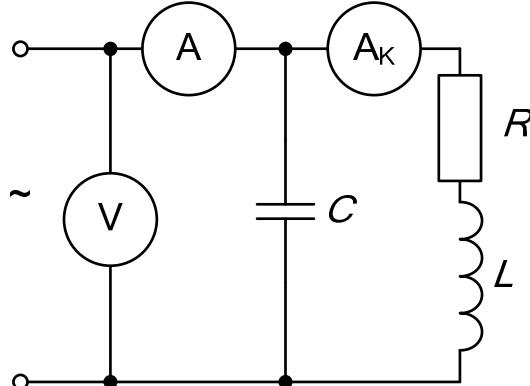
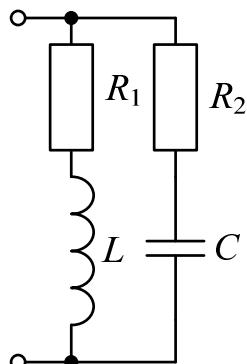

Рис. 7.1.
Рис. 7.2.
Явление совпадения по фазе тока и напряжения на входе пассивной цепи, содержащей индуктивности и емкости, называют резонансом. Если он происходит за счет взаимной компенсации реактивных составляющих токов в параллельно включенных двухполюсниках с реактивными элементами разного характера, то говорят о резонансе токов. Простейший случай такого резонанса имеет место в цепи с параллельным соединением катушки индуктивности с параметрами  $R$ ,  $L$  и конденсатора  $C$  (рис. 7.1).
При резонансе токи в параллельных ветвях схемы рис. 7.1  $I_C = \omega C U$  и  $I_K = U/Z_K$  могут во много раз превышать входной ток  $I = Uy$ , если реактивная проводимость емкости больше активной проводимости  $g$ .
Схема, показанная на рис. 7.1, питается от источника синусоидального напряжения с регулируемой частотой  $f$ .
2. Записать условие резонанса для схемы рис. 7.2 и вывести из него, как частный случай, условие резонанса для схемы рис. 7.1. Изменением каких величин можно добиться резонанса токов в исследуемой цепи?
2. Собрать цепь по схеме, показанной на рис. 7.1, и снять показания приборов при пяти значениях частоты ( $f = f_{\text{РЕЗ}}$ , двух  $f < f_{\text{РЕЗ}}$  и двух  $f > f_{\text{РЕЗ}}$ ). Ток в конденсаторе вычислить по закону Ома. Угол сдвига фаз напряжения и тока подсчитать по теореме косинусов: